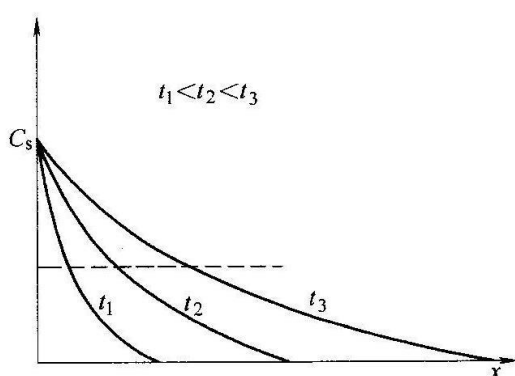

图 10-2 第六题第 1 小题图
1. 菲克第二定律的解之一是误差函数解， $C = A + B \operatorname{erf}\left(\frac{x}{2\sqrt{Dt}}\right)$ ，它可用于纯铁的渗碳过程。若温度固定，不同时间碳的浓度分布则如图 10-2。已知渗碳 1 小时后达到某一特定浓度的渗碳层厚度为 0.5mm，问再继续渗碳 8 小时后，相同浓度的渗层厚度是多少？